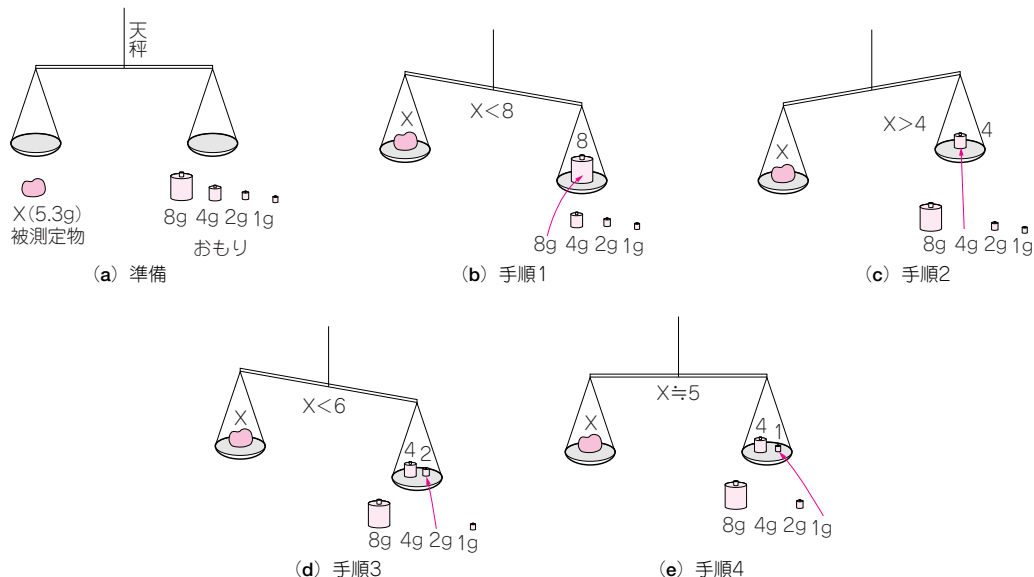

図1 H8/3694Fに内蔵されている逐次比較型A-Dコンバータの動作は天秤でイメージできる
逐次比較型A-Dコンバータの動作原理は、図1に示すように天秤を使った重さの測定手順にたとえて考えると理解しやすいでしょう。ここでは、8g/4g/2g/1gの分銅を使って、未知の物体 $X = 5.3\text{g}$ の重さを測定する場合を考えてみます。
- ①最も重い8gの分銅から載せていきます。図1では、このとき分銅を載せた側に天秤が傾いたので、物体は分銅より軽い($X < 8\text{g}$)と判断できます。
- ②8gの分銅をおろし、4gの分銅を載せます。このとき天秤は物体を載せた側に傾いたので、分銅より物体は重い($X > 4\text{g}$)と判断できます。